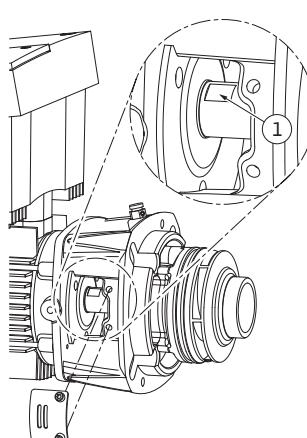

Fig. 51: Площини гайкового ключа на валу
15. Розсувний гайковий ключ (оптимальний розмір 22 мм) завести у віконце ліхтаря і сперти вал на поверхню ключа (Fig. 51, п. 1). Викрутити гайку робочого колеса (Fig. 7, п. 15). Робоче колесо (Fig. 7, п. 16) автоматично витягається разом з валом.
24. Монтуючи робоче колесо, розсувний гайковий ключ (оптимальний розмір 22 мм) завести у віконце ліхтаря і спрести вал на поверхню ключа (Fig. 51, п. 1).